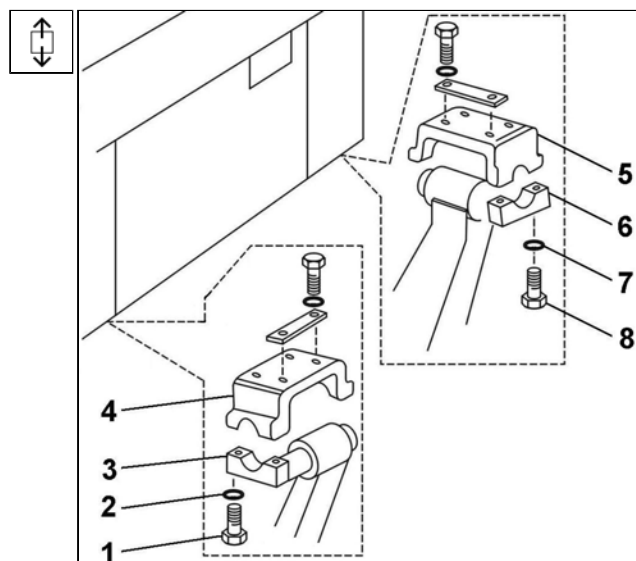

Рис. 13.87 Прикрепление кабины - снятие
35. Отпустить и вывинтить винты **8** (Смт. Рис. 13.87) с шайбами **7** соединяющие левый задний хомут кабины **5** и нижний хомут **6**.